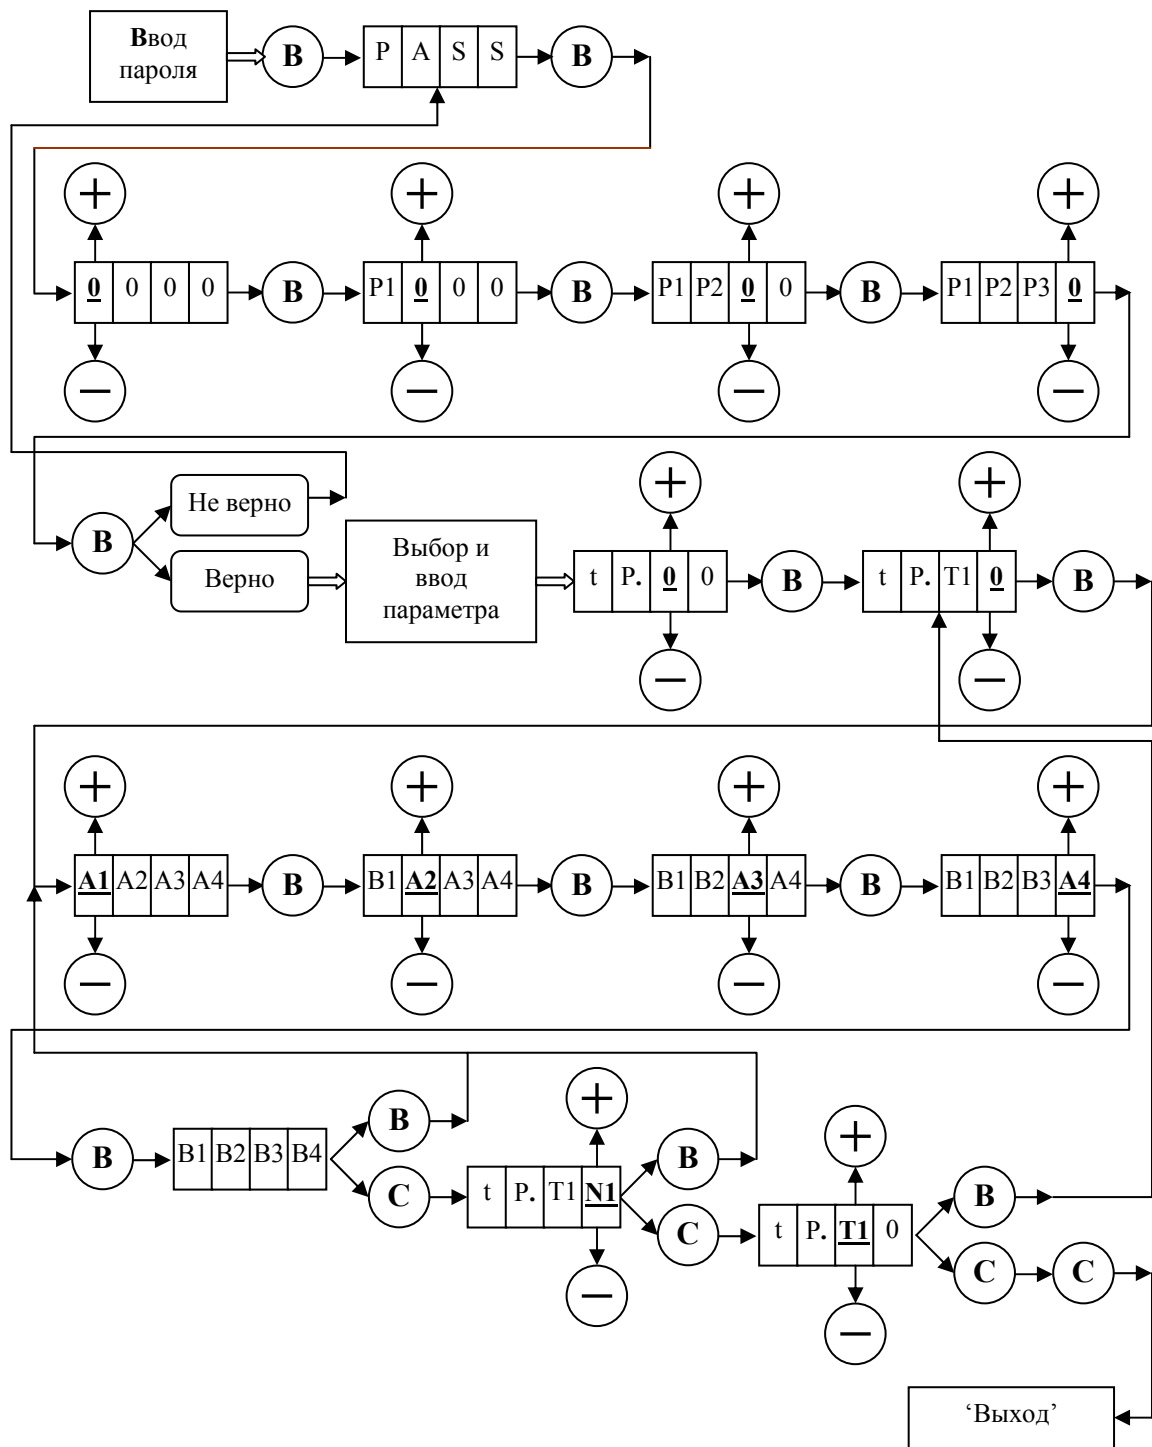

Рис. 3. Ввод параметров БУАД и КРАТ с помощью клавиатуры.
3.5.5.10. **Un_P** – пункт меню 1 уровня – редактирование параметров *Устройства*. Этот пункт меню подробно рассмотрен при описании режима ‘*Редактирование параметров УСНА*’. Диаграмма ввода параметров *Устройства* аналогична диаграмме ввода параметров БУАД и изображена на **рис.3**.
3.5.7.3. На **рис. 3** изображена диаграмма ввода параметров с помощью клавиатуры, где кружки с соответствующими надписями обозначают кнопки клавиатуры, причем буква **В** обозначает **ВВОД**, а буква **С** – **СБРОС**.